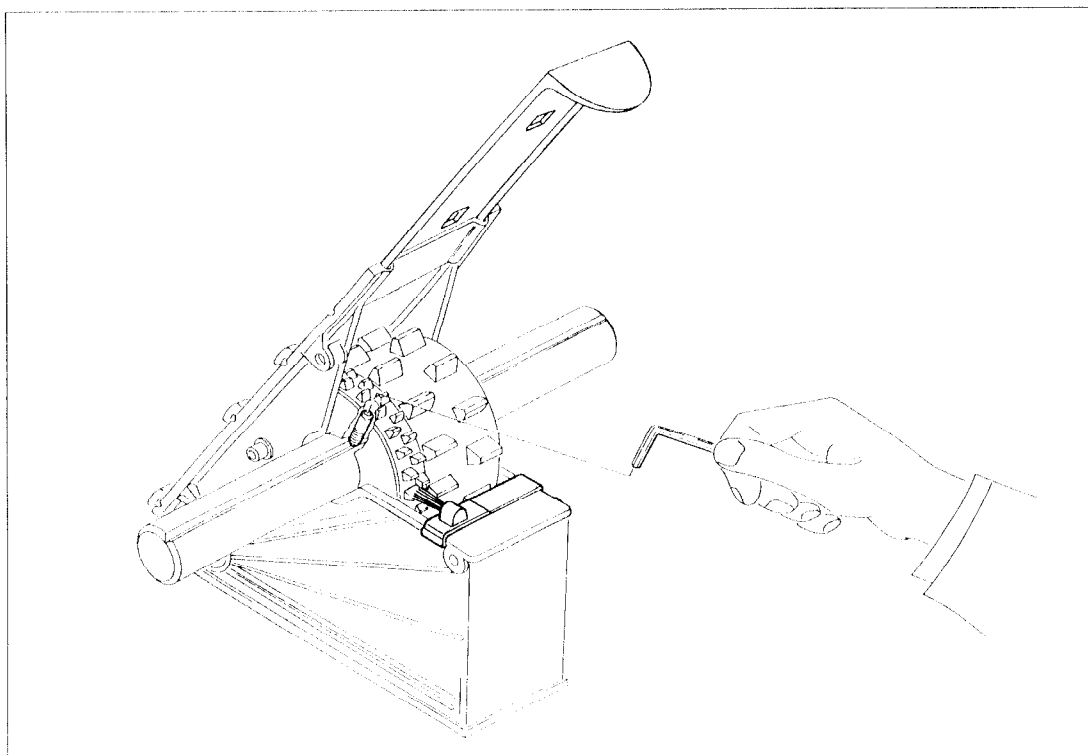

Fig. 13.14
- Die von der Säwelle angetriebenen Säräder (Fig. 13.14) sind mit Gewindestiften, die in den Feinsärädern stecken, auf der Säwelle befestigt. Gewindestifte der **neuen** Fahrgassensäräder lösen (siehe Fig. 13.14), bis sich die neuen Fahrgassensäräder frei auf der Säwelle drehen lassen.
- **Alte** Fahrgassensäräder (Fig. 13.14) an der Säwelle befestigen. Dazu ist der Gewindestift im Feinsärad so weit einzudrehen, bis das Särad von der Säwelle mit leichtem Verdrehspiel mitgenommen wird. Zu fest angezogene Gewindestifte verspannen die Säräder.